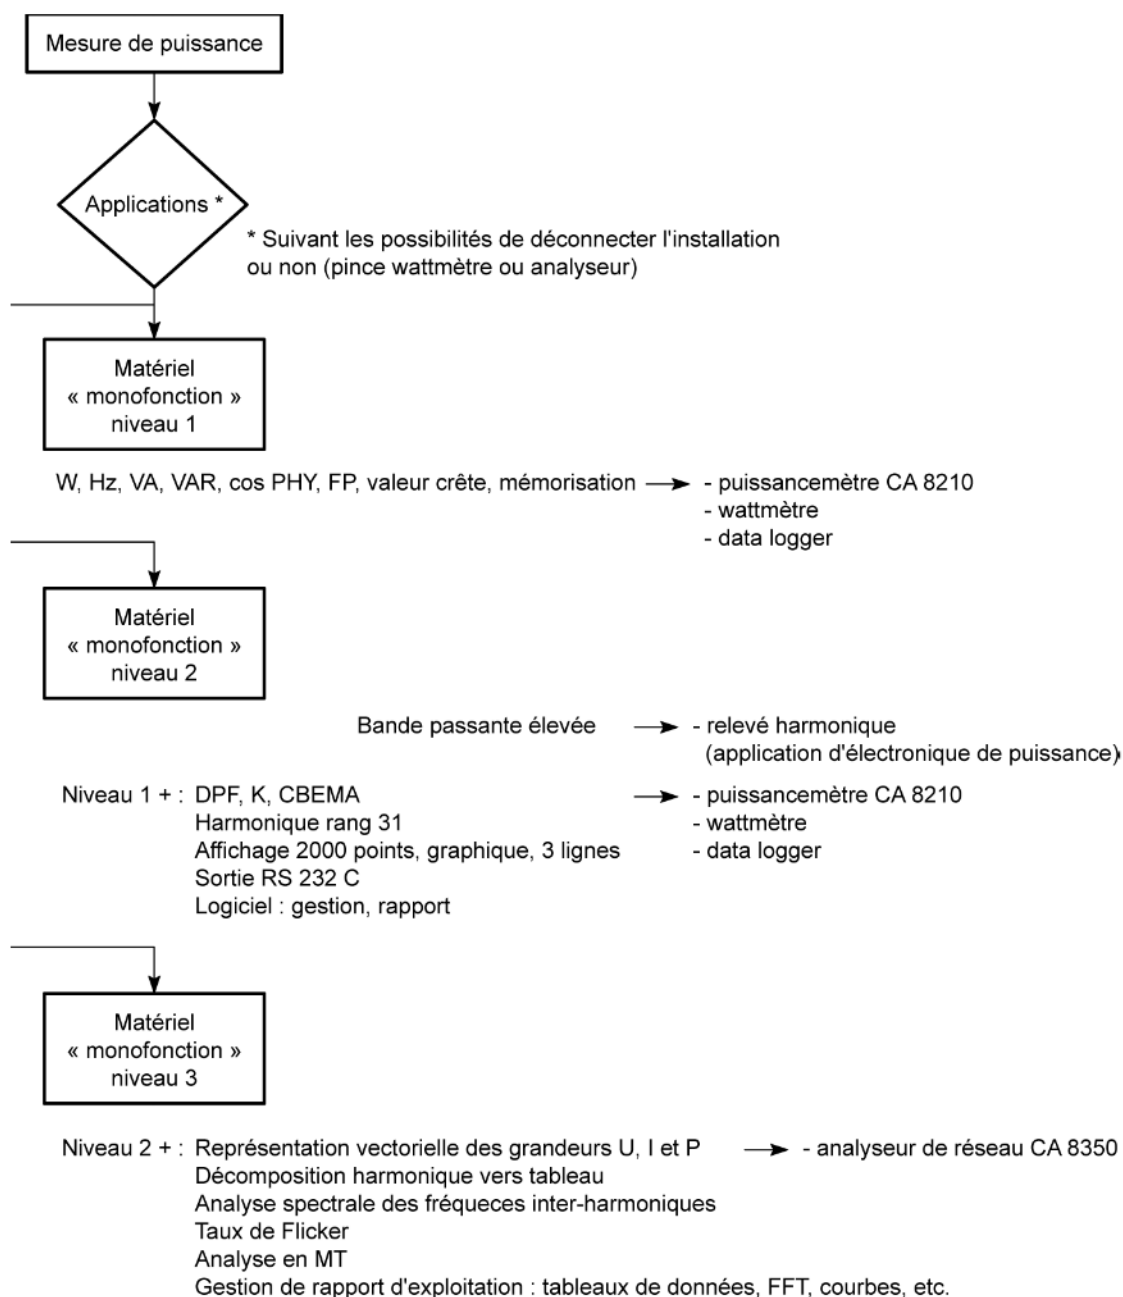

Figure 9.41 – Niveaux d'intervention.
- CDTe (*electronic*) (*figure 9.41 bis*) : deux versions 16 et 32 bits, mesure de 3I, 3V, 3U, 4P, 4Q, F, 4 cos ϕ , en instantané et en valeur moyenne (programmable de 1 à 99 min). Énergie active (classe 1) et réactive (classe 2) par phase et global. Entrée charge tarif pour P et Q. Une sortie avec impulsion (1 imp = 1 kWh) par transistor.
Figure 9.41 bis – CDTe